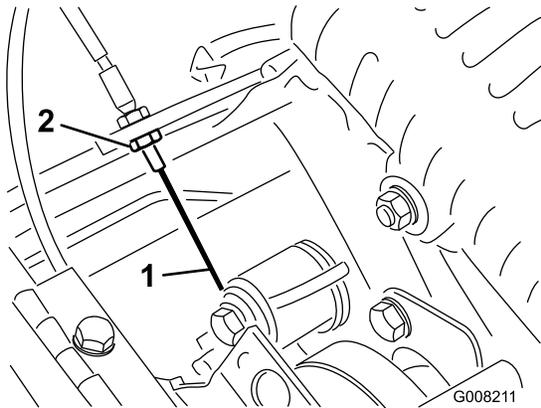

図 46
3. 走行ケーブルの前ジャムナットをゆるめ、後ジャムナット (図 46) を締めてケーブルの張りを出し、3~4 kg の力で走行コントロールがつかないようにする。力の計測はコントロールノブの部分で行う。